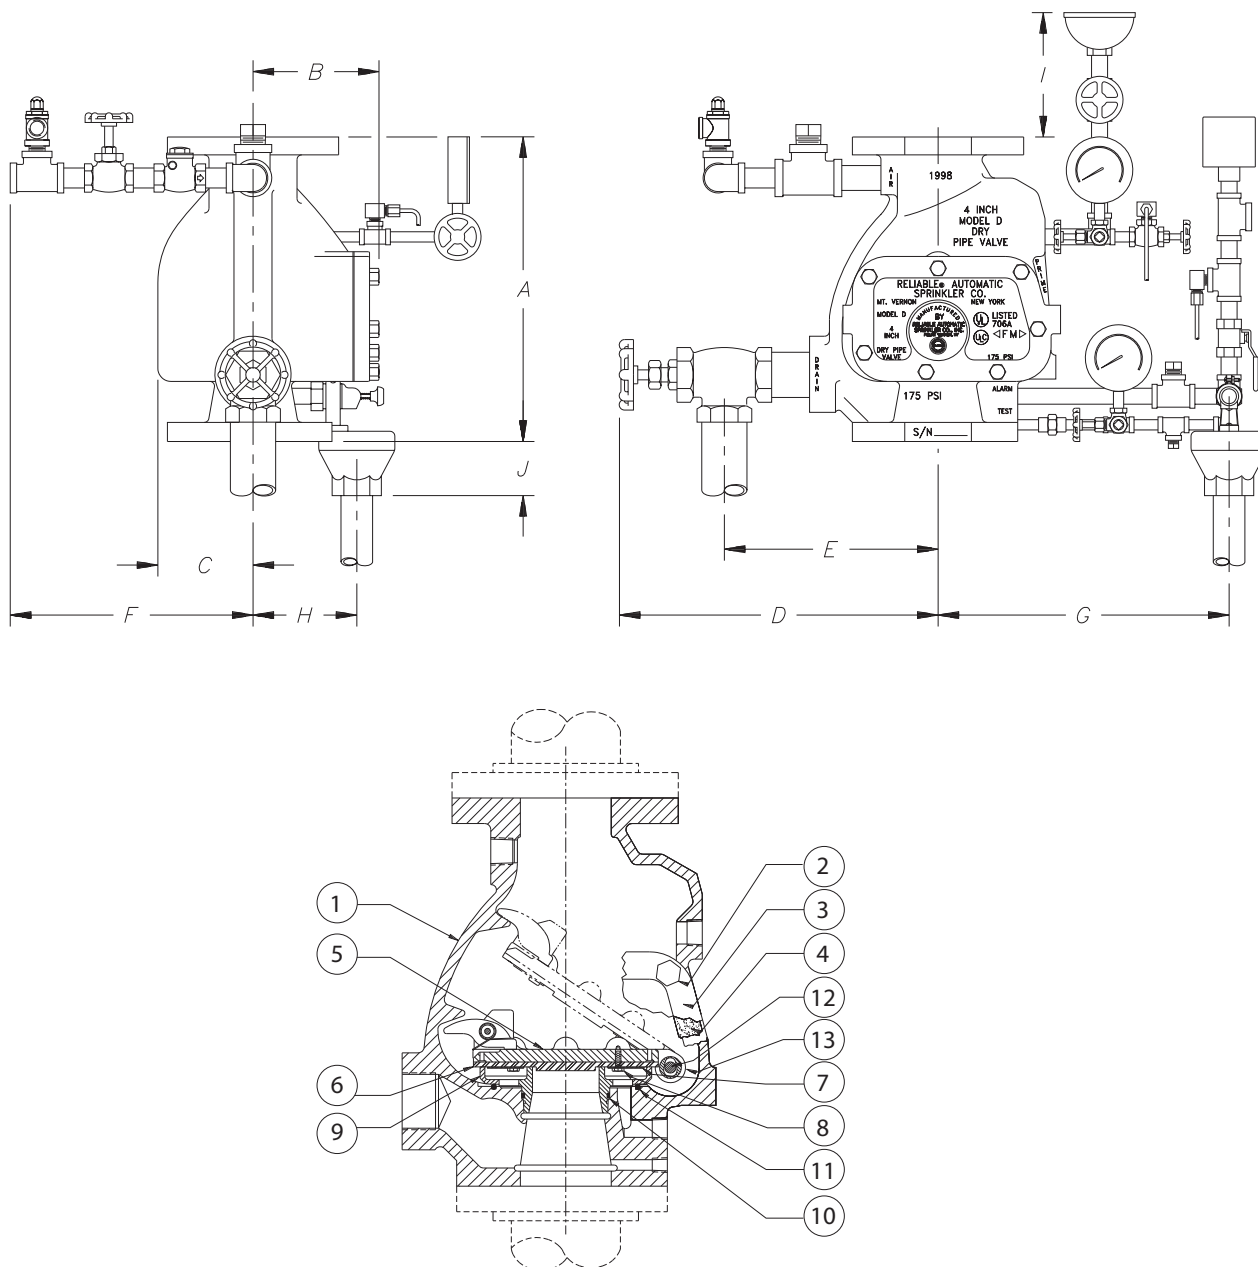

Рис. 1
- Снять крышку и поднять заслонку за резиновое уплотнение (Рис. 1). Убедиться, что внутренние поверхности клапана очищены от загрязнений, и что в самом клапане не содержится остатков воды. При необходимости заменить седловое уплотнение. Не допускать попадания маслянистых жидкостей на поверхность седлового уплотнения.
- Правильно разместить резиновое уплотнение заслонки (Рис. 1).
- Вернуть на место сальник и кожух и затянуть болты в крышке (Рис. 1).